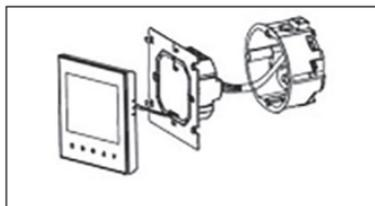

Рисунок 3
6.3.1. Отсоедините переднюю панель от монтажной пластины с клеммной колодкой — для этого слегка потяните и сдвиньте вниз тыльную часть устройства, тогда крючки металлической монтажной пластины выйдут из пазов передней панели термостата и устройство можно будет разъединить на две части, предоставив доступ к крепежным отверстиям монтажной пластины (*рисунок 3*).